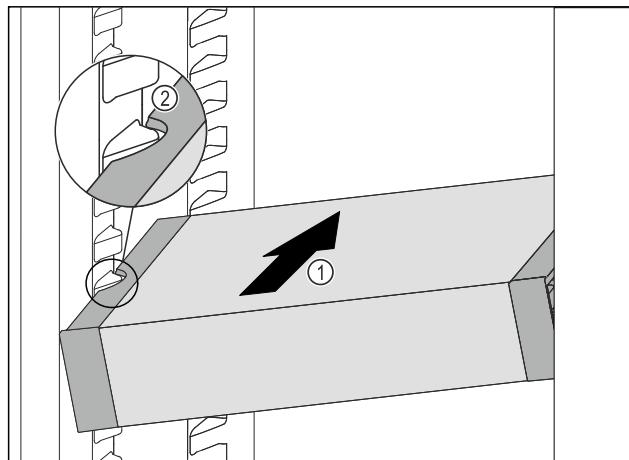

Fig. 125
► Predal VarioSafe potiskajte poševno v hladilnik Fig. 125 (1), dokler stranska izreza Fig. 125 (2) predala VarioSafe nista na višini nastavka za posodo v hladilniku.